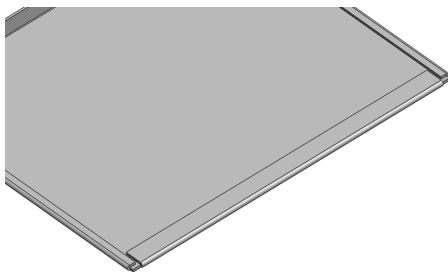

图 13-63 创建褶边特征效果
(16) 单击【确定】按钮, 即可创建褶边特征, 如图 13-63 所示。